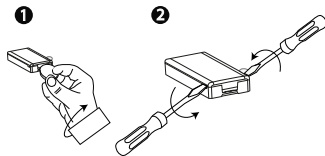

Figure 4: Device cover removal
1. Retirez le capot. Voir la Figure 4.
Avant de procéder au test, séparez le capot du socle. **Remarque:** Voir la Figure 4.